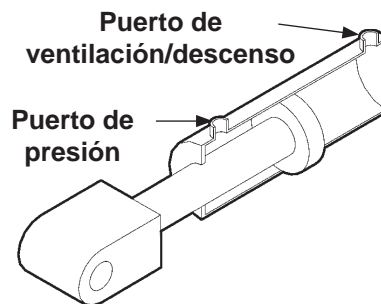

FIG. 34-1
4. Inspeccione el cilindro hidráulico. Con la plataforma sobre el suelo, retire el tapón (con respiradero) o línea de ventilación del puerto de ventilación/ descenso del cilindro (**FIG. 34-1**). Eleve la plataforma hasta nivel de cama. Deje accionado el motor dos segundos más mientras inspecciona el puerto de ventilación/descenso en busca de fluido hidráulico; es normal que salgan unas cuantas gotas pero si es un flujo constante significa que los sellos del pistón están desgastados. De ser así, reemplace los sellos.